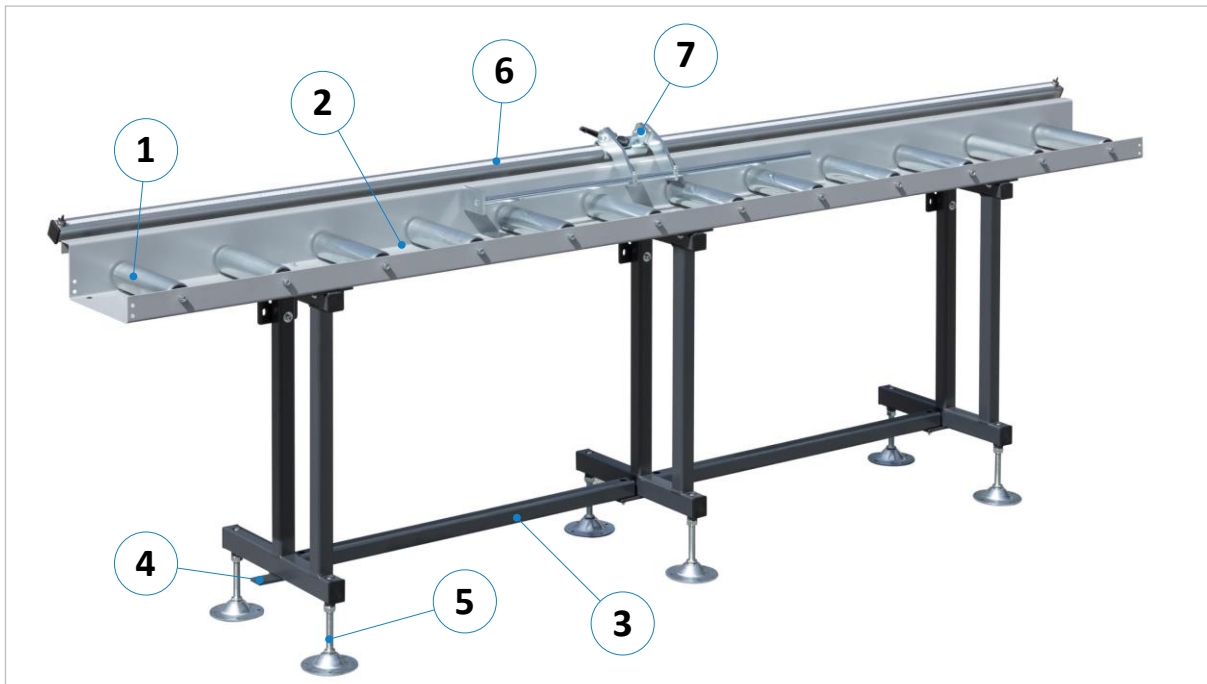

Abbildung 2: Rollen- und Messbahn EXAKT STANDARD B
Die Rollen- und Messbahnen in der Ausführung EXAKT STANDARD B (siehe ⇒ Abbildung 2) basieren auf der Rollenbahn-Basisversion EXAKT STANDARD C (siehe Abschnitt ⇒ 5.1). Als zusätzliches Merkmal ist bei diesen Rollenbahnen die angebaute C-Profil Führung (6) mit aufgeklebter Maßskala und der verfahrbare und zur Bearbeitungsmaschine einstellbare Klappanschlag (7) mit Ableselupe.